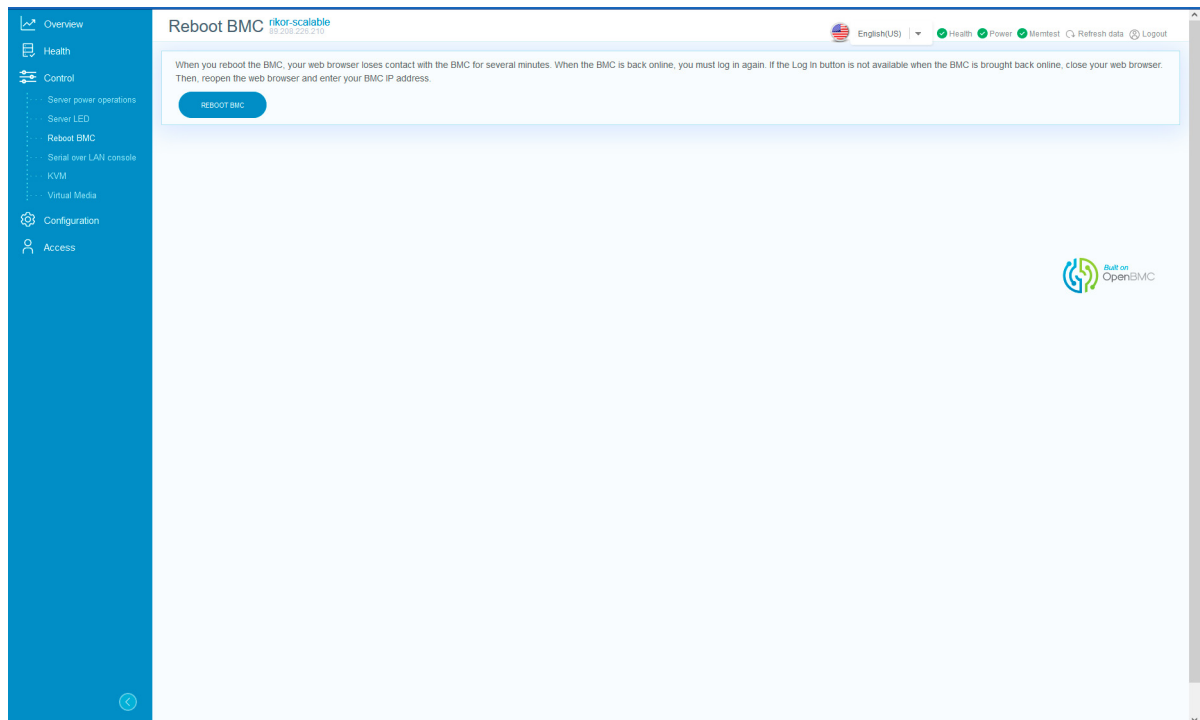

Рис. 70. Окно «Reboot BMC»
- 4) Пройдите во вкладку «Control» → «Reboot BMC» в данной вкладке осуществляется перезагрузка BMC. Нажмите на кнопку «Reboot BMC» для перезагрузки BMC. Окно показано на рис. 70 Окно «Reboot BMC»